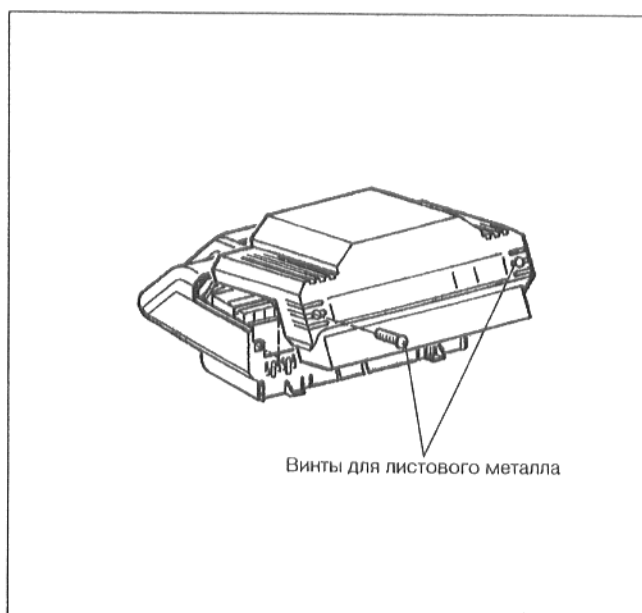

рис. 24
- Вывинтить оба крепежных винта из кожуха устройства регулирования и снять кожух (рис. 24).